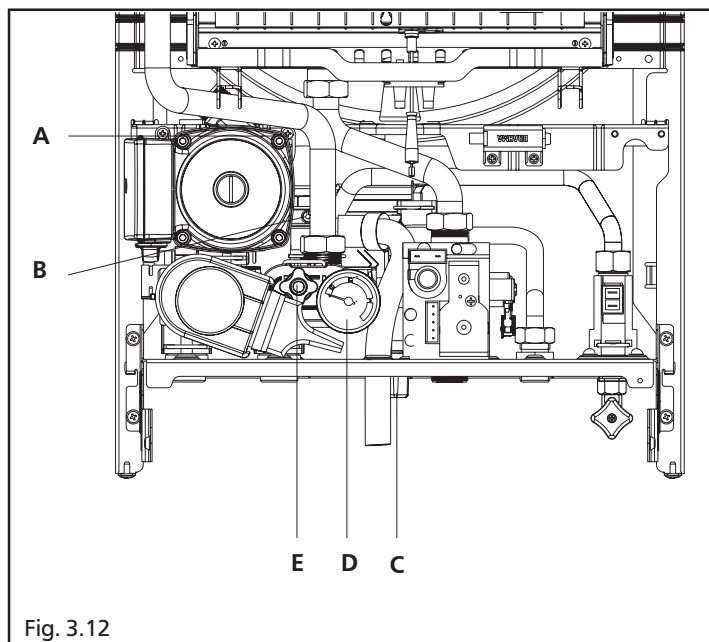

Fig. 3.12
Per i riferimenti ai vari componenti consultare il disegno raffigurato in fig. 3.12.
- collegare il tubetto in gomma, fornito di serie, alla valvola di scarico caldaia E (fig. 3.12)